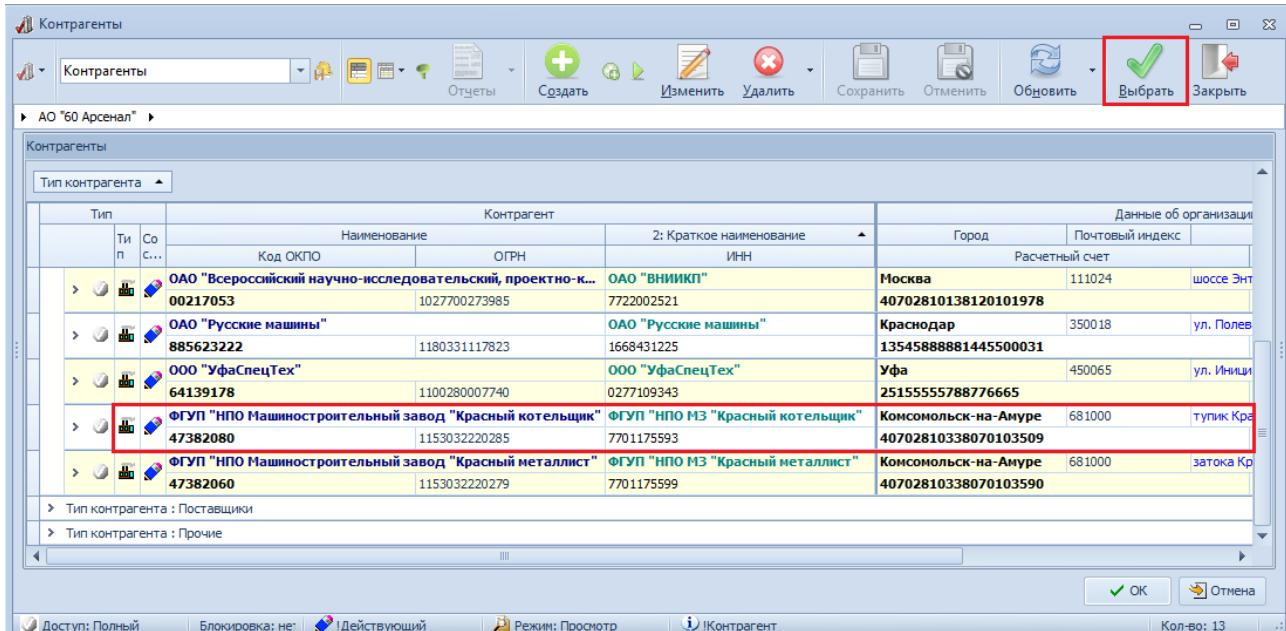

Рисунок 40. Пример выбора заказчика в окне справочника "Контрагенты"
- 7.1 В правой части поля атрибута «Код ОКПО» нажать кнопку **Выбор «...»**. В открывшемся окне справочника «Контрагенты» в списке типа контрагента «Заказчики» выбрать нужного заказчика (или ввести нового), и выделить его, щёлкнув по нужной строке таблицы левой кнопкой мыши (рис. 40).
7.2 На панели инструментов окна справочника «Контрагенты» нажать кнопку **Выбрать** (см. рис. 40).